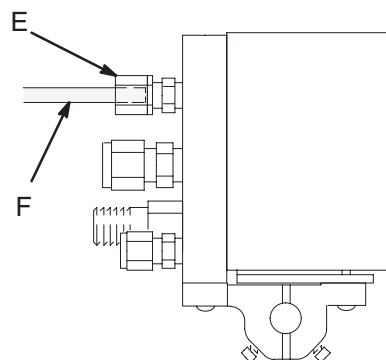

Fig. 6
2. Desserrer l'écrou du raccord de fibre optique (E). Voir la Fig. 6.
3. Insérer doucement la fibre (F) dans le raccord et la pousser jusqu'au bout. Pour un bon positionnement de la fibre, faire ressortir la fibre en la tirant d'environ 12,7 mm puis serrer l'écrou (E) pour fixer la fibre.